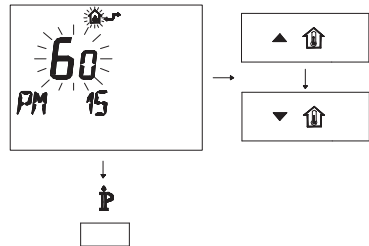

Fig. 5.33
- Modificare il SET programmato agendo sui pulsanti ▲**SET** o ▼**SET** fino a visualizzare un **set di 60**, aspettare che il numero programmato cominci a lampeggiare (Fig. 5.33).